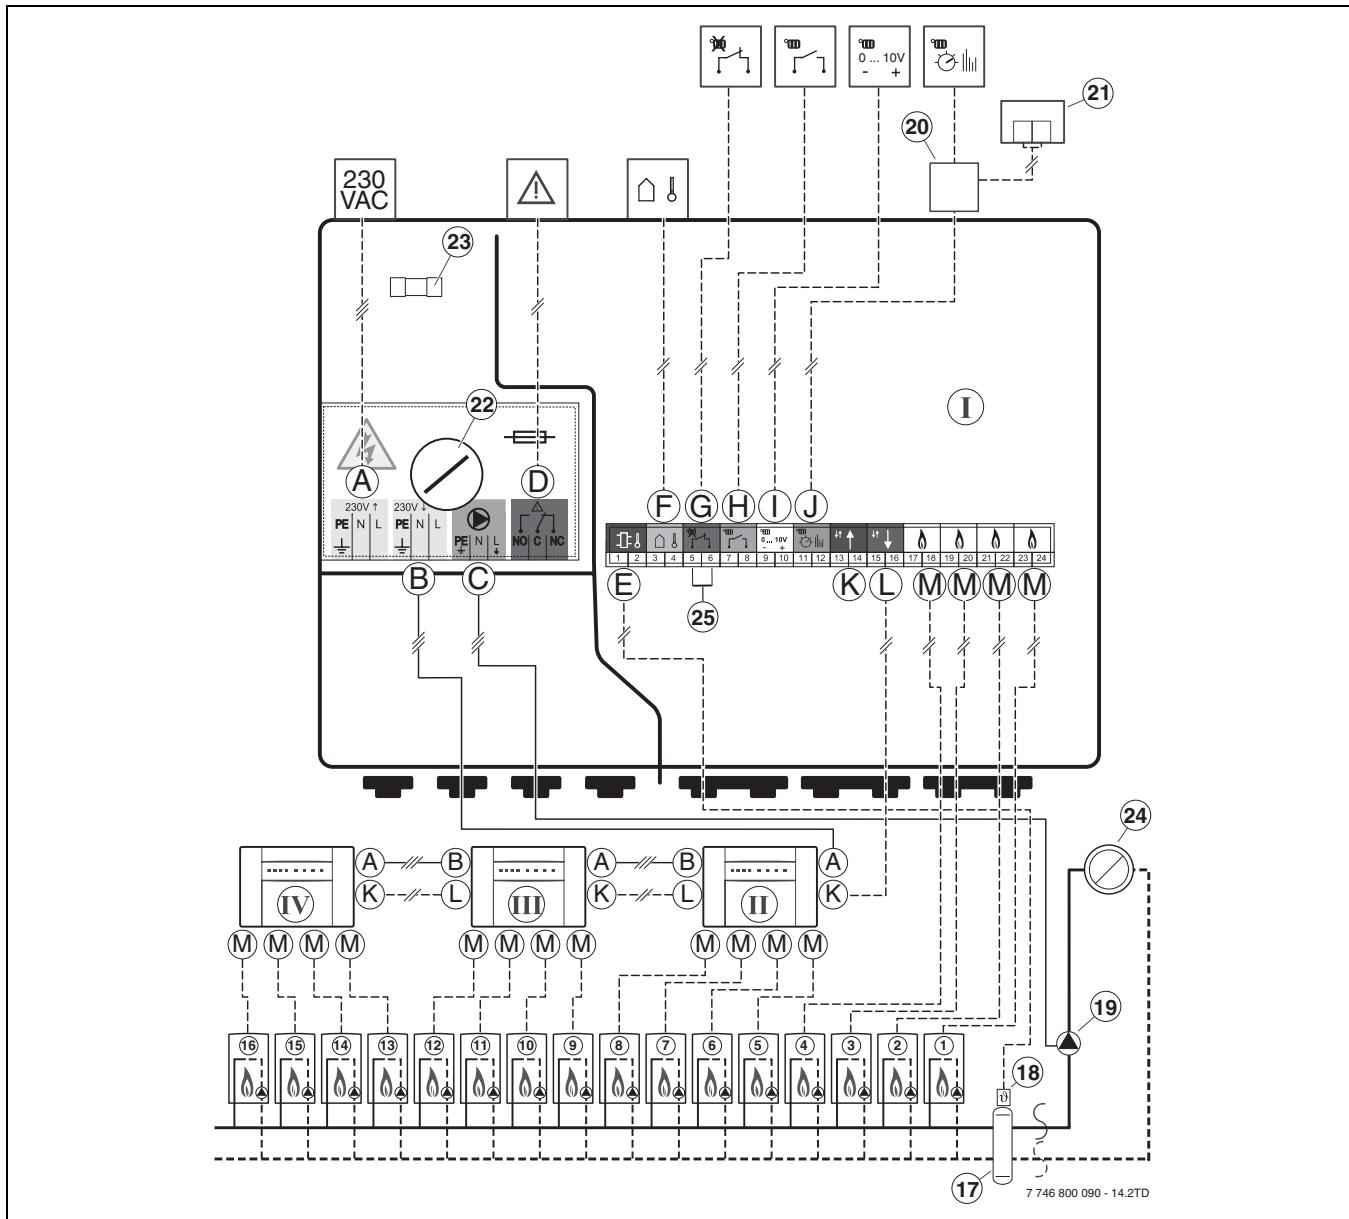

Fig. 5
1) figure 5, page 29
Les modules ICM pilotent les chaudières en fonction des besoins calorifiques calculés par un thermostat. Pour une régulation en fonction des besoins calorifiques, les modules ICM doivent toujours être installés en association avec par le thermostat (→ figure 5, bornes H, I ou J). Il existe quatre variantes de système possibles selon le thermostat utilisé (→ tableau 5).
Un module ICM peut commander au maximum quatre chaudières. En raccordant jusqu'à quatre modules ICM, il est possible de brancher en cascade 16 chaudières au maximum (→ figure 5). Un module ICM commande alors la cascade (ICM maître).
| Variante du système | Symbole pour le raccordement du thermostat | Thermostat de l'ICM (ICM maître) | Modèle | Nombre maxi. ICM | | Accessoires nécessaires au raccordement à l'ICM (→ figure 5) |
| 1 |  | Régulation à sonde extérieure avec liaison BUS bifilaire | FW 500 | 4 | 16 | <ul style="list-style-type: none"> • Sonde de température extérieure sur les bornes F • Sonde de température de départ commune sur les bornes E • Circulateur secondaire (→ figure 5, Pos. 19) sur les bornes C, uniquement pour un ou plusieurs circuits de chauffage sans circulateur secondaire ou pour des circuits de chauffage ne communiquant pas avec le module ICM via des modules BUS |
| 2 |  | Régulation à action proportionnelle 0 - 0 V, p. ex. système de Gestion Technique de Bâtiment ; modulation de puissance | indifférent | 4 | 16 | <ul style="list-style-type: none"> • Sonde de température de départ commune sur les bornes E (uniquement pour la fonction antigel intégrée) • Circulateur secondaire (→ figure 5, Pos. 19) sur les bornes C, uniquement pour un ou plusieurs circuits de chauffage sans circulateur secondaire ou pour des circuits de chauffage qui ne sont pas pilotés par le système de Gestion Technique de Bâtiment |
| 3 |  | Régulation à action proportionnelle 0 - 10 V, p. ex. système de Gestion Technique de Bâtiment ; modulation de la température de départ | indifférent | 4 | 16 | <ul style="list-style-type: none"> • Sonde de température de départ commune sur les bornes E • Circulateur secondaire (→ figure 5, Pos. 19) sur les bornes C, uniquement pour un ou plusieurs circuits de chauffage sans circulateur secondaire ou pour des circuits de chauffage qui ne sont pas pilotés par le système de Gestion Technique de Bâtiment |
| 4 |  | Régulation tout-ou-rien (sans potentiel) | indifférent | 4 | 16 | <ul style="list-style-type: none"> • Sonde de température de départ commune sur les bornes E (uniquement pour la fonction antigel intégrée) • Circulateur secondaire (→ figure 5, Pos. 19) sur les bornes C |
Cette variante du système présente un autre avantage : la possibilité de communication des modules pour la commande des circuits de chauffage (IPM) à l'aide du module ICM via le bus commun parallèle au raccordement J sur le module de communication des ICM (→ figure 5 en page 29). Ce système garantit l'adaptation optimale de la quantité de chaleur produite par tous les circuits de l'installation de chauffage aux besoins réels. Grâce à cette variante du système, l'installation de chauffage assure un confort optimal pour une économie d'énergie maximale.
Les autres modules existants le cas échéant, comme p. ex. le module IPM (→ pos. 21 dans la figure 5, page 29), doivent être raccordés au BUS du thermostat (parallèlement au raccordement J sur le module ICM).
Afin d'éviter tout problème de contact au niveau des bornes de l'ICM maître, l'utilisation d'une boîte de dérivation est recommandée (→ pos. 20 sur la figure 5, page 29).
- ▶ Respecter impérativement les schémas de connexion lors du câblage (→ figure 5, page 29).
(Schéma de connexion → figure 5 page 29) : Un témoin lumineux de panne peut p. ex. être branché sur un contact de dysfonctionnement libre de potentiel (bornes D). L'état du contact de dysfonctionnement est également indiqué via une LED sur l'ICM (→ tableau 9 page 36). En état de fonctionnement normal, le contact est ouvert entre C et NC (C et NO fermés). En cas de panne ou de coupure de tension, le contact est fermé entre C et NC (C et NO ouverts).